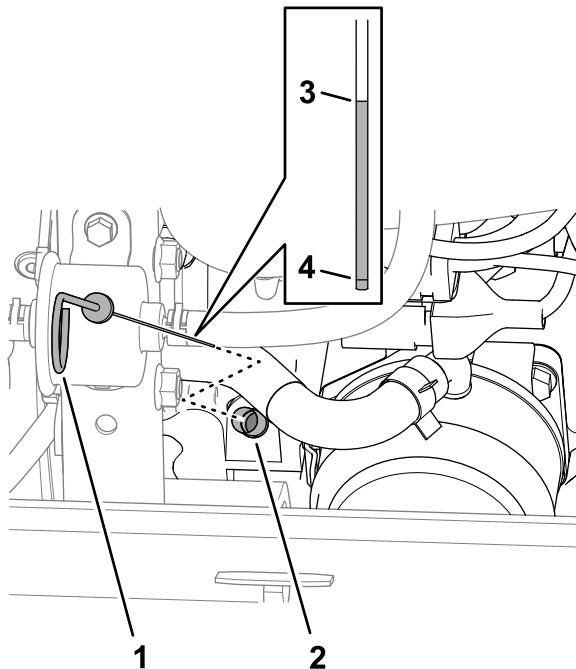

Рисунок 123
- Извлеките масломерный щуп из трубки щупа (Рисунок 123) и протрите его чистой ветошью.